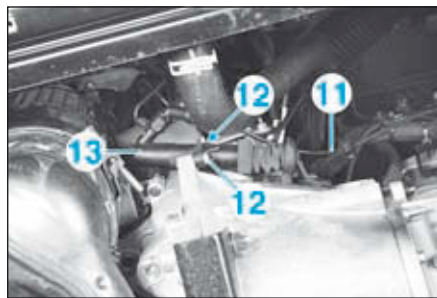

FIG.108
- Dégraffer la canalisation hydraulique d'embrayage (11) (Fig.108).
- Déposer les vis (12) et écarter le récepteur d'embrayage (13).